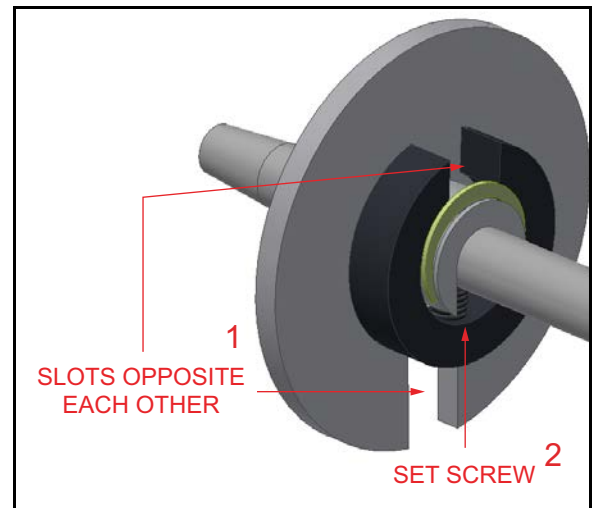

FIGURA 3-3. COLLAR GIRADO Y RANURAS OPUESTAS
5. Gire el collar 180 grados (consulte la Figura 3-3).